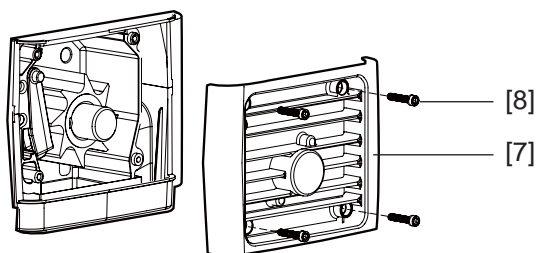

Fig. 16
1. Démontez le couvercle du boîtier [7] en dévissant les vis [8] (fig. 16). Vous aurez probablement besoin de forcer un peu.